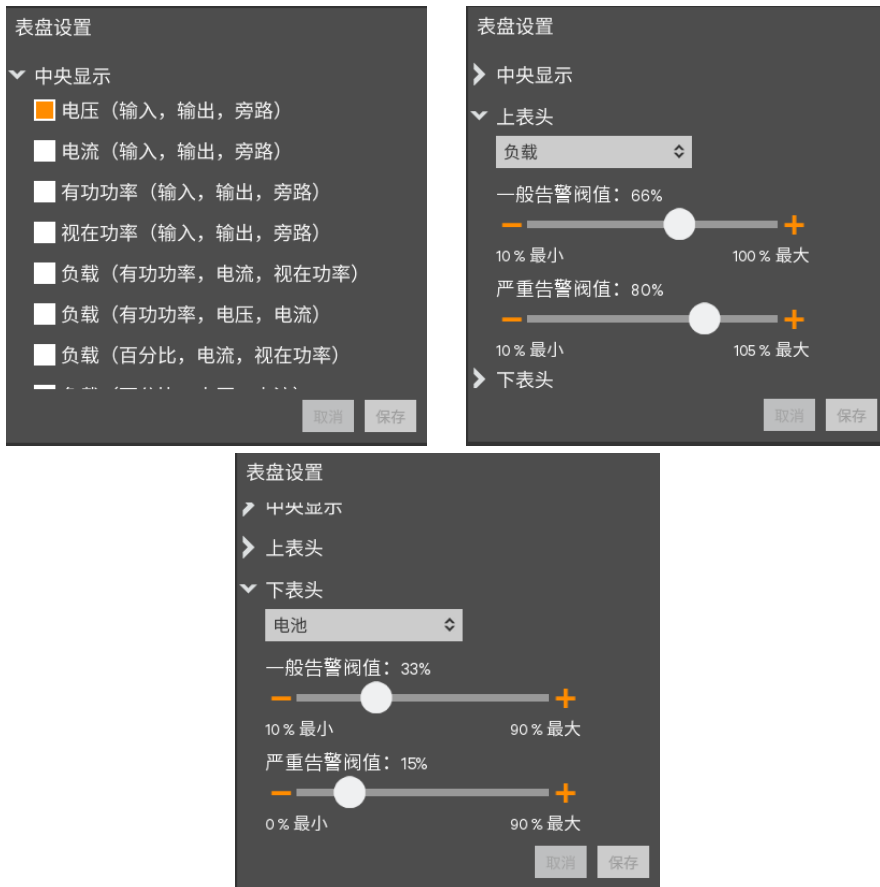

图4-27 状态表设置选项
- 3) 使用滑动条更改一般告警限值或紧急告警限值（见图 4-27）。